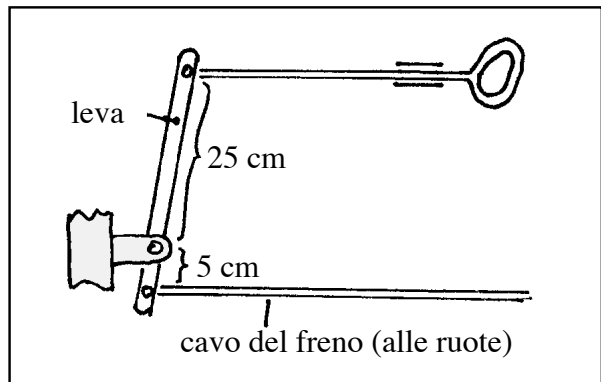

Fig. 7.27. Per l'esercizio 1
1. La fig. 7.27 mostra una parte dei freni di un veicolo. Si tira una leva con una sbarra. La leva tende un cavo collegato ai freni che si trovano sulle ruote. Che intensità deve avere la corrente di quantità di moto nella sbarra di trazione affinché nel cavo del freno fluisca una corrente di 50 N?